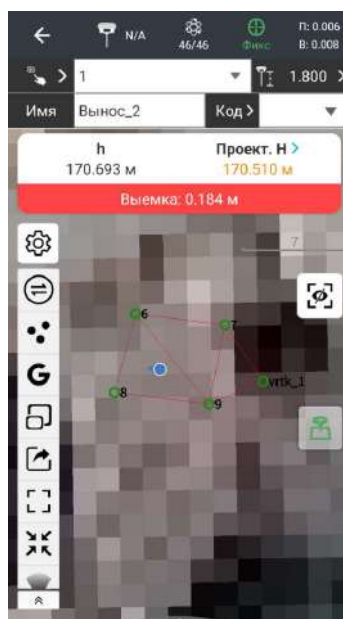

Рисунок 4.6.22
- 4. Попад в границы поверхности, ПО LandStar 8 покажет, находится ли приемник выше заданной поверхности (Рисунок 4.6.22), либо ниже заданной поверхности (Рисунок 4.6.23):